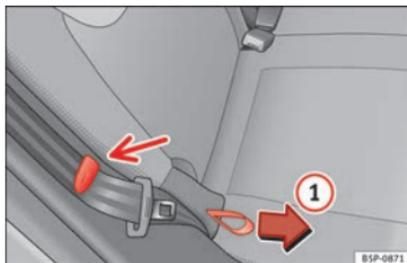

Fig. 81 Ribaltare lo schienale dei sedili posteriori.
- Tirare la maniglia flessibile posta nella parte laterale del sedile » **fig. 81** ①.
Quando si ribalta o solleva lo schienale, assicurarsi di collocare le cinture di sicurezza laterali nel morsetto del rivestimento » **fig. 81** per evitare danni che potrebbero occorrere se restano intrappolate nella chiusura dello schienale.